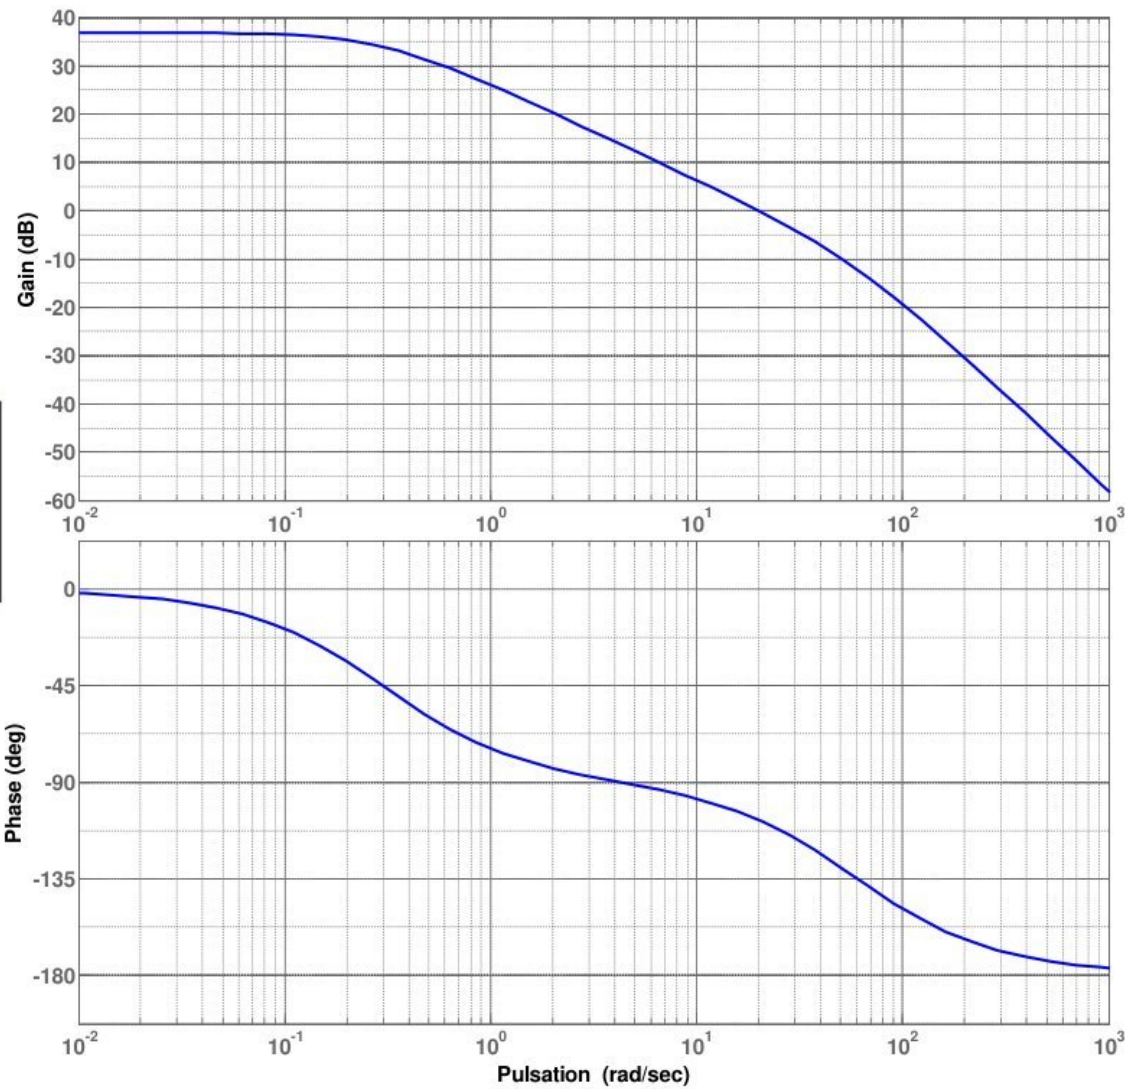

Figure 15
- La **figure 15 du document réponse DR4** représente les diagrammes de Bode de $H_{BO1}(p)$ non corrigée ($K_1 = 1$),